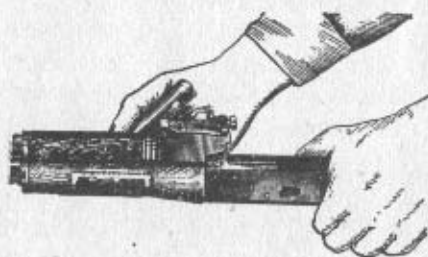

Bild 30 Lösen des Sperrhebels des Führungsrohres mit dem Behälter des Reinigungsgerätes
10. Das Führungsrohr mit dem oberen Handschutz abnehmen. Dazu die Waffe mit der linken Hand halten und mit der rechten Hand den Sperrhebel des Führungsrohres mit der rechteckigen Ausnehmung im Behälter des Reinigungsgerätes lösen (Bild 30). Den Sperrhebel nach oben schwenken und das Führungsrohr vom Verbindungstück abnehmen.